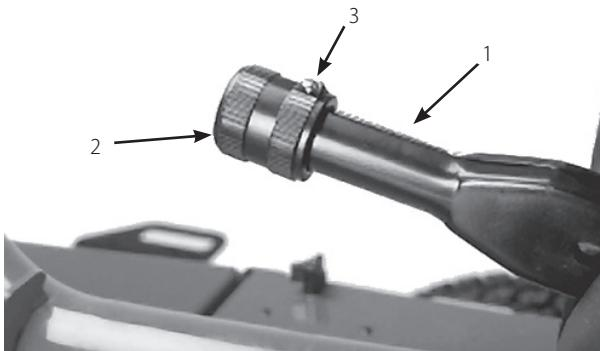

図 58
1. 駐車ブレーキのノブをレバーに固定しているネジをゆるめる(図58)。